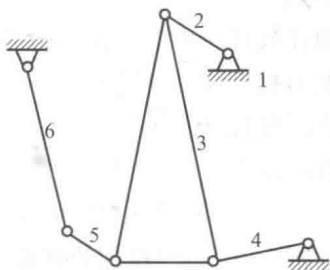

图 2-8
(2) 图 2-6b 所示机构运动简图如图 2-8 所示,计算图 2-8 所示机构的自由度。